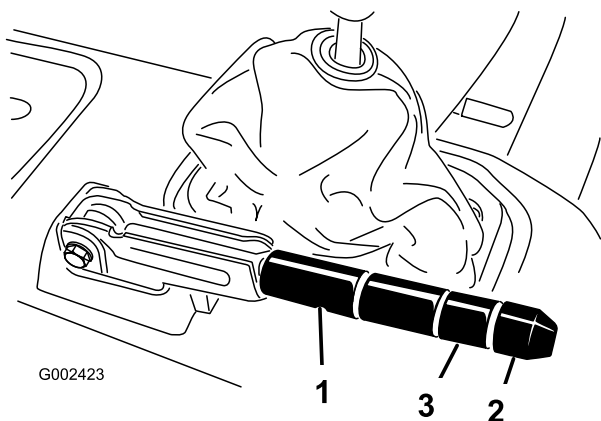

Figura 61
2. Afloje el tornillo de fijación que sujeta el pomo a la palanca del freno de estacionamiento (Figura 61).